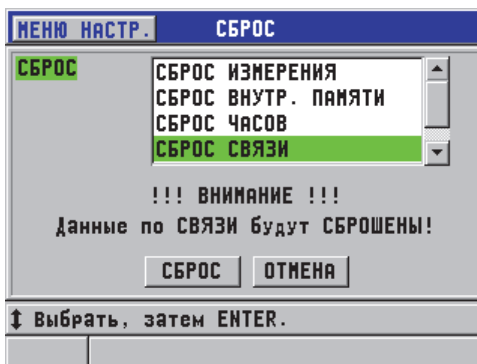

Рис. 11-6 Выбор СБРОС СВЯЗИ
2. В окне **СБРОС** (см. Рис. 11-6 на стр. 215):